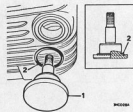

Abb. F.20
40. Drehposten der Winkelhebel aus dem Getriebegehäuse treiben, sofern der 'O'-Dichtung zu erkennen ist; Abb. F.20.
53. Neues O-Ring einstecken und auf den Drehposten der Winkelhebel setzen und in das Getriebegehäuse einstecken, Abb. F.20.